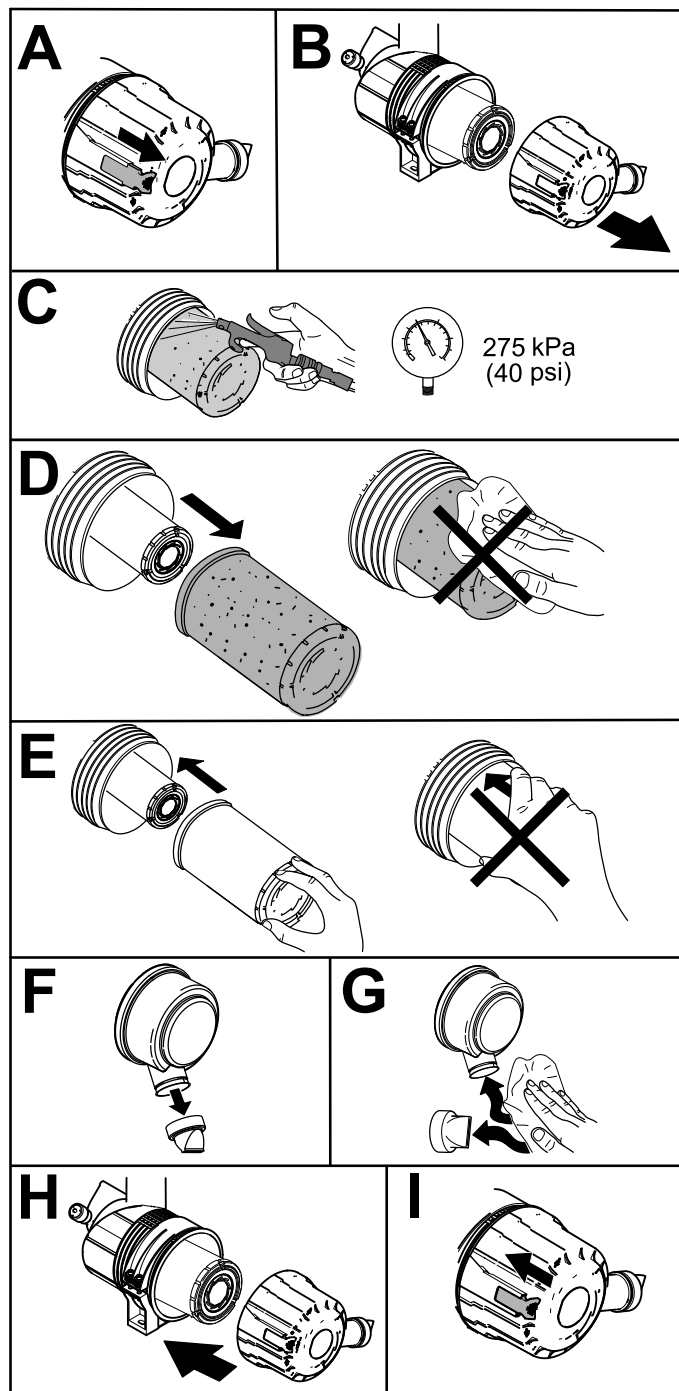

Figure 45
1. Remplacez le filtre à air (Figure 45).